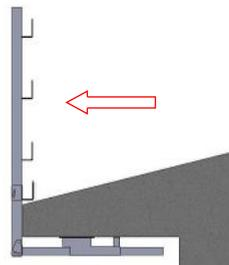
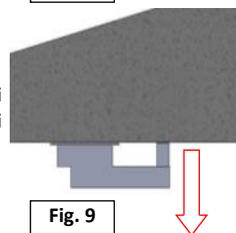

Fig. 8
Fig. 9
- Le tavole (fig. 8) o i profili utilizzati devono essere integri sotto l'aspetto della resistenza e la loro lunghezza minima deve essere superiore di almeno 400 mm a due campate. (esempio: 1500 mm + 1500 mm + 200 mm + 200 mm = 3400 mm)
Per lo smontaggio, utilizzando una piattaforma di lavoro in sicurezza o attrezzatura idonea certificata, dopo avere smontato le tavole di protezione (corrimano, intermedi, fermapiede), svitare la vite ad aletta M 10 x 20 e sfilare il montante (vedi fig. 8). Allentare quindi i tasselli che sostengono la piastra e toglierla (vedi fig. 9).